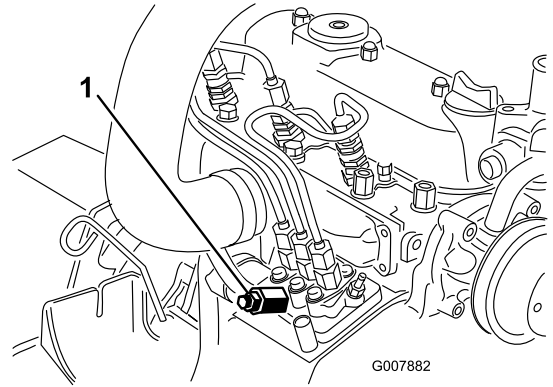

图 37
3. 将一块抹布放在燃油喷射泵上的排气螺丝下并打开图 37。